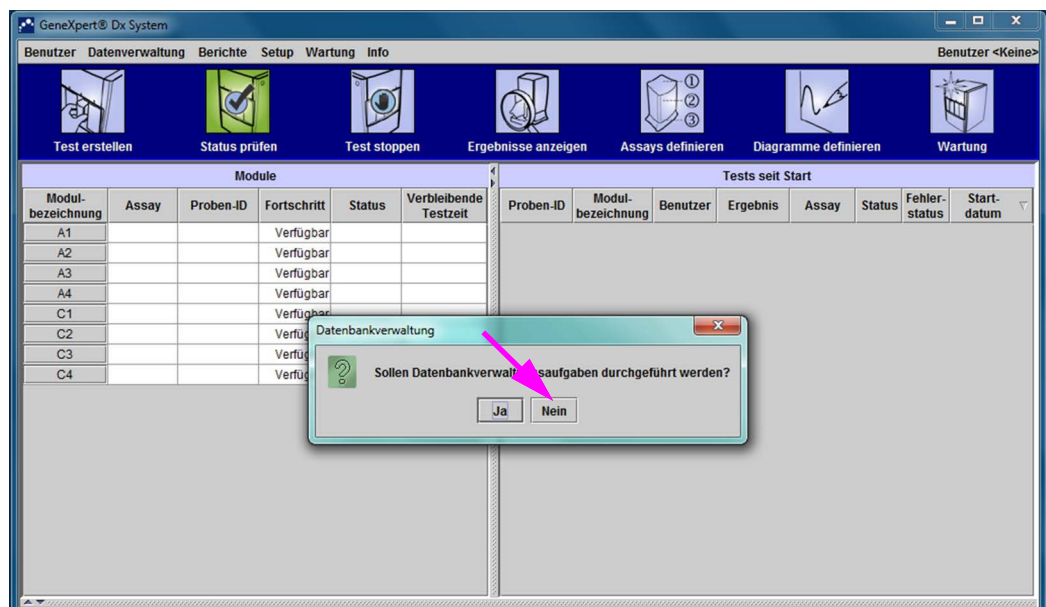

Abbildung 2-64. GeneXpert Dx System-Fenster mit überlagertem Dialogfeld „Datenbankverwaltung“
1. Klicken Sie im Dialogfeld „Instrumentenkennbuchstaben zuweisen“ auf **OK**, um die zugewiesenen Kennbuchstaben zu quittieren. Wenn sich das Dialogfeld „Instrumentenkennbuchstaben zuweisen“ schließt, erscheint das Dialogfeld „Datenbankverwaltung“ (vgl. Abbildung 2-64).